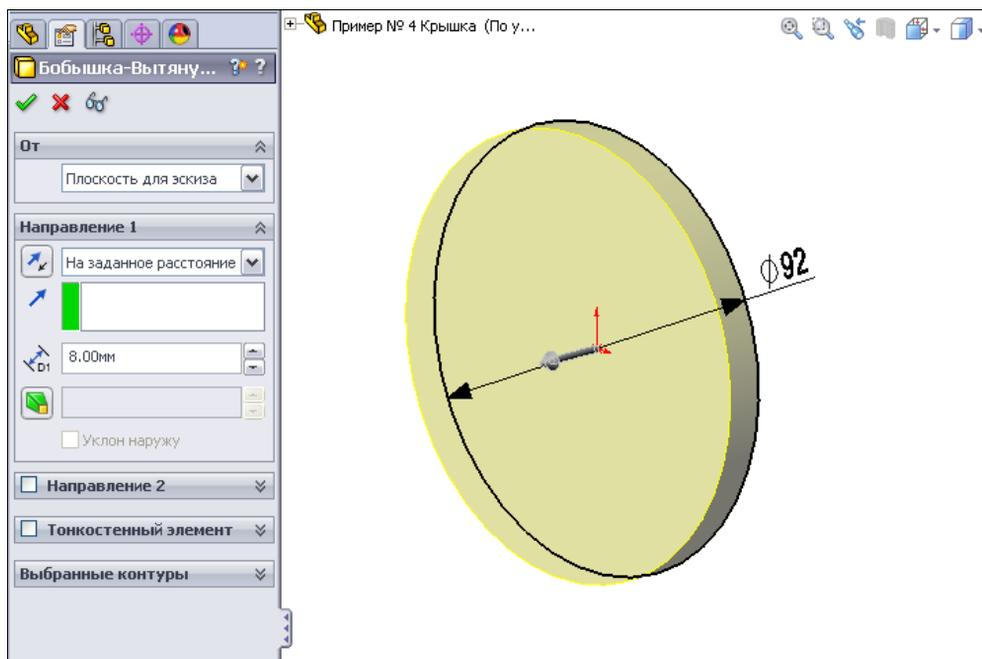

Рис. 2.39
2. Вытянем контур окружности на 8 мм, активизировав кнопку  — **Вытянутая бобышка/основание** (рис. 2.39).